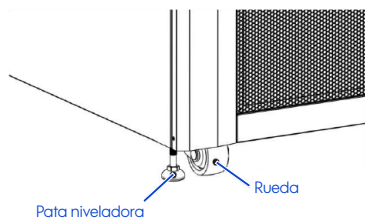

Figura 3-10 Ubicación de ruedas
5. Las cuatro ruedas en la parte inferior del UPS le ayudarán a moverlo al área designada. Antes de desplazar el UPS, gire las cuatro patas niveladoras hacia la izquierda para levantarlas del piso. De esta manera, las protegerá de daños durante el desplazamiento del UPS. Consulte la figura 3-10.